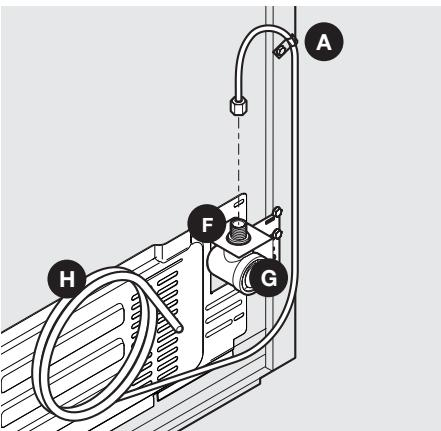

figure 2
**Si vous utilisez un tube flexible tressé en inox -** L'écrou est déjà monté sur le tube. Faites glisser l'écrou sur l'entrée de la valve et serrez l'écrou à la main sur la valve. Serrez encore un demi-tour avec une clé ; **NE PAS** trop serrer. Voir la figure 2.